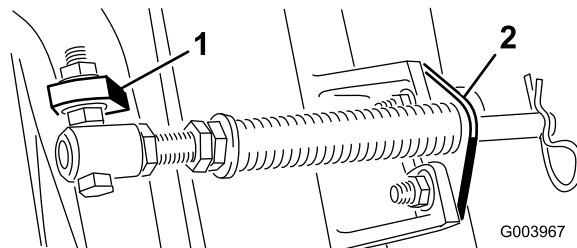

Рисунок 5
Примечание: Головку болта следует расположить в направлении наружной стороны выступа, как показано на Рисунок 5.
- Д. Присоедините кронштейн штока к выступам режущих блоков с помощью каретных болтов и гаек (Рисунок 5).